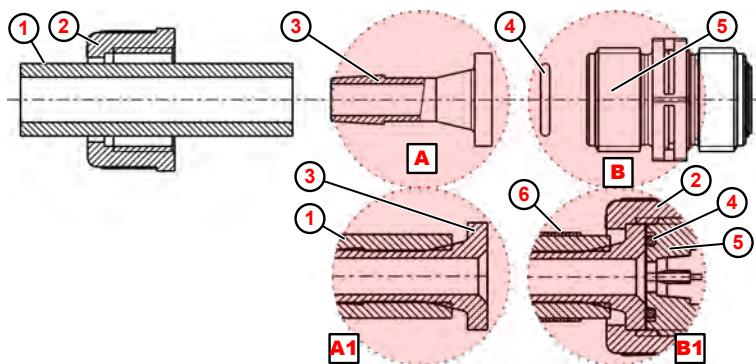

Fig. 9: Raccord de conduit et flexible avec embout et collier de serrage
1. ➔ Couper droit le flexible (Fig. 9 , ①).
2. ➔ Enfiler le collier de serrage ⑥ sur le flexible ① .
3. ➔ Enfiler l'écrou-raccord ② sur le flexible ① .
4. ➔ Pousser le flexible ① jusqu'à la collerette de butée sur l'embout ③ (détail Ⓐ).
5. ➔ Placer le joint torique ④ dans la rainure de la soupape d'aspiration ou de refoulement ⑤ .
6. ➔ Serrer l'écrou-raccord ② à fond.
7. ➔ Pousser le collier de serrage ⑥ vers le bas et le serrer à fond (détail Ⓑ).